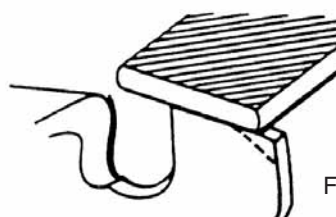

Fig. 4-4
- 4) Runda av det främre hörnet för att bibehålla underställningsklackens ursprungliga form när underställningsmallen har använts. Följ alltid den rekommenderade inställningen för underställningsklackens höjd som finns i underhållshandboken eller bruksanvisningen för din motorsåg. (Fig. 4-4)